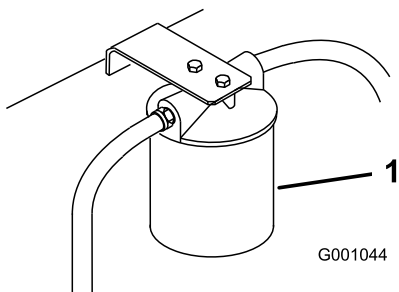

Figure 72
4. Placez un bac de vidange sous le filtre, déposez le filtre usagé et essuyez la surface du joint de l'adaptateur (Figure 72).